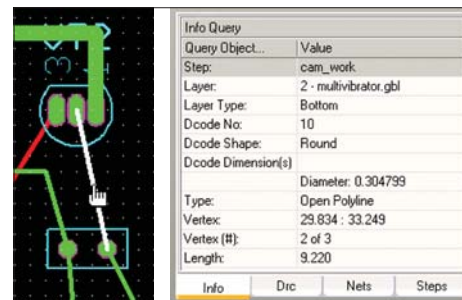

Рис. 16. Запрос информации об объекте топологии
2. Наведем указатель мыши на интересующий нас объект и выполним один щелчок левой кнопкой мыши (рис. 16, а).
Информация об указанном объекте будет отображена на панели управления (рис. 16, б). Легко видеть, что наш объект представляет собой незамкнутую полилинию (Type: Open Polyline), нарисованную апертурой D10 (Dcode No: 10) круглой формы (Dcode Shape: Round) диаметром 0.304799 мм на слое 2 — Multivibrator.gbl типа Bottom.